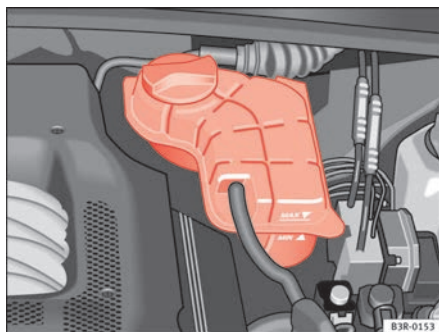

Fig. 167 Vano motore:
- Controllare il livello del liquido di raffreddamento nel serbatoio ⇒ fig. 167. A motore freddo il livello deve essere compreso tra i contrassegni “min” e “max”. A motore caldo può anche trovarsi leggermente al di sopra del contrassegno “max”.
- Coprire con uno straccio il tappo del serbatoio di compensazione del circuito di raffreddamento ⇒ fig. 167 e svitarlo **con cautela** in senso antiorario ⇒ ⚠.